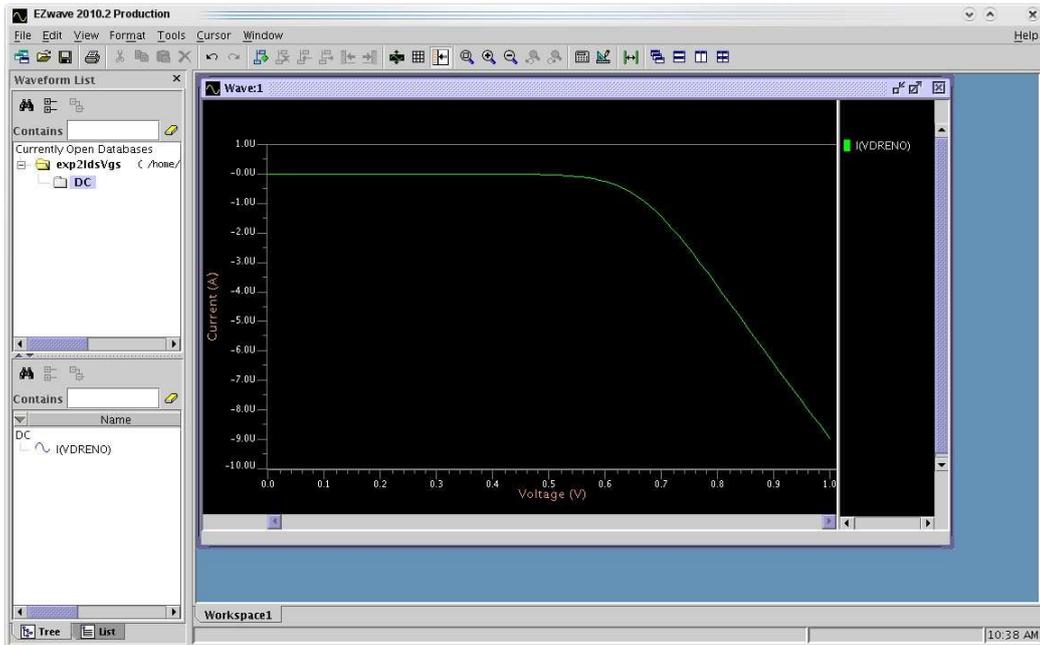

Figura 4. Curva I_{ds} x V_{gs} gerado pela simulação ELDO
g) No **ezwave**, abra na janela a esquerda a pasta '**exp2IdsVgs**', selecione **DC** e, na janela inferior, arraste o ícone de análise para a janela principal. A figura resultante deve ser parecida com a da Figura 4.